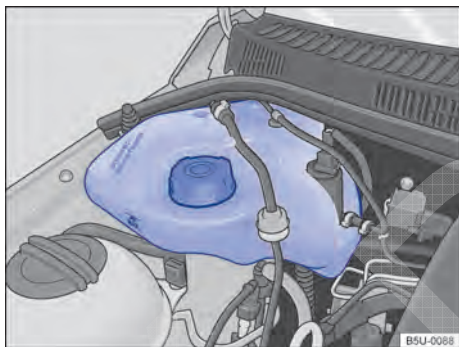

Fig. 156 No compartimento do motor: reservatório de gasolina para o sistema de partida a frio.
O reservatório de gasolina do sistema de partida a frio encontra-se no compartimento do motor, no lado direito → Fig. 156.
- Nunca ultrapassar a marca "MAX" indicada no reservatório → Fig. 156.